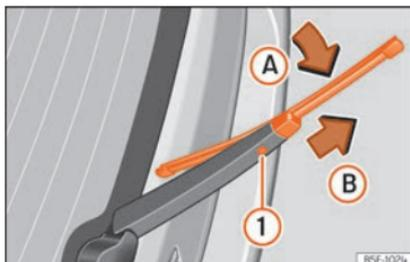

Fig. 42 Substituição da escova do vidro traseiro.
- Rode ligeiramente a escova » Fig. 42 [seta A].
- Mantenha pressionado o botão de desbloqueio ❶ puxando pela escova no sentido da seta B.
- Introduza uma escova nova no braço limpa-para-brisas **com o mesmo comprimento e características**, no sentido contrário à seta B até que encaixe o botão ❶.